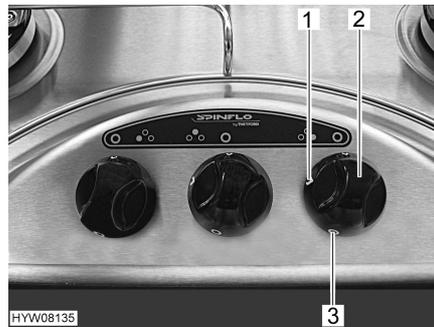

Bild 70 Bedienelemente für Gaskocher
- Drehregler (Bild 70,2) der gewünschten Brennstelle auf Zündposition (große Flamme, Bild 70,1) drehen.
- Drehregler auf 0-Stellung (Bild 70,3) drehen. Die Flamme erlischt.